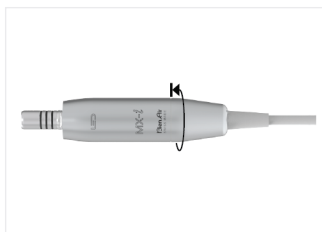

FIG. 4
- En maintenant le moteur, visser complètement le manchon du câble sur le connecteur arrière du moteur. **FIG. 4.**